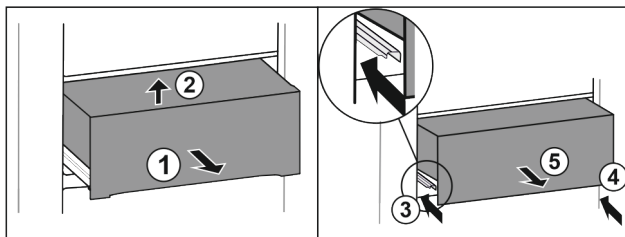

Fig. 30 \*
- ▶ Zásuvku napůl vytáhněte Fig. 30 (1).\*
- ▶ Vpředu nadzvedněte Fig. 30 (2).\*
- ▶ Zasuňte levou kolejničku Fig. 30 (3).\*
- ▶ Zasuňte pravou kolejničku Fig. 30 (4).\*
- ▶ Zásuvku odeberte směrem dopředu Fig. 30 (5).\*